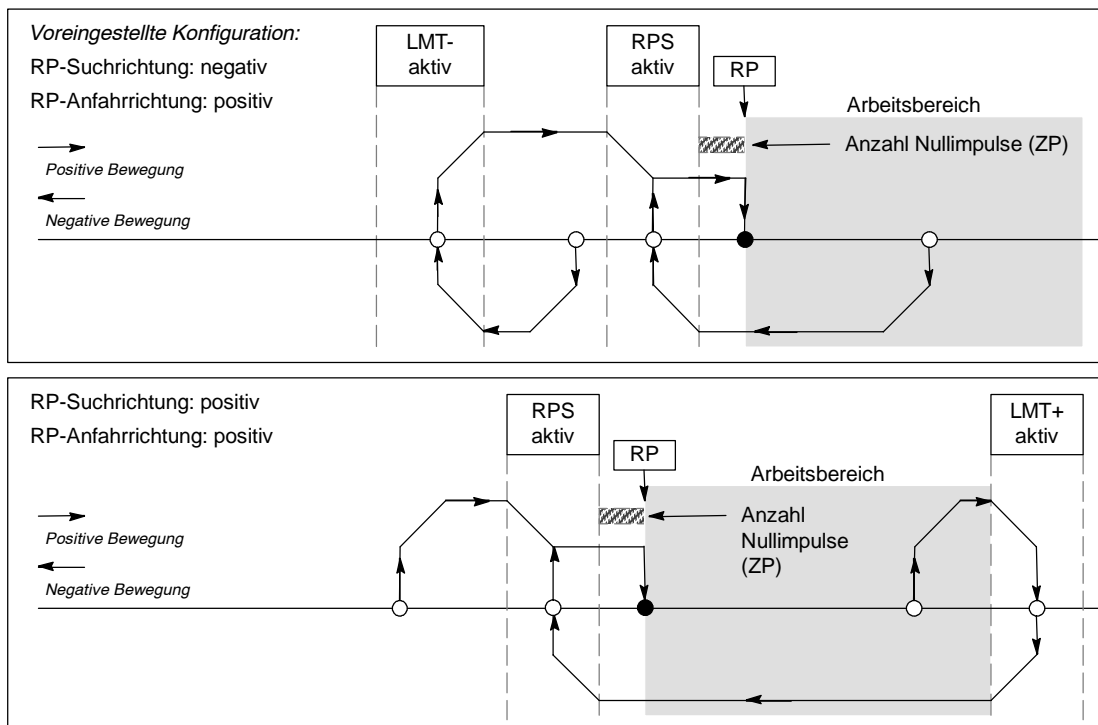

Bild 9-23 RP-Suche: Modus 3
- ❑ Bild 9-23 zeigt zwei der Optionen für den RP-Suchmodus 3. In diesem Modus wird die Lage des RP als angegebene Anzahl Nullimpulse (ZP) außerhalb des aktiven Bereichs des Eingangs RPS ermittelt.